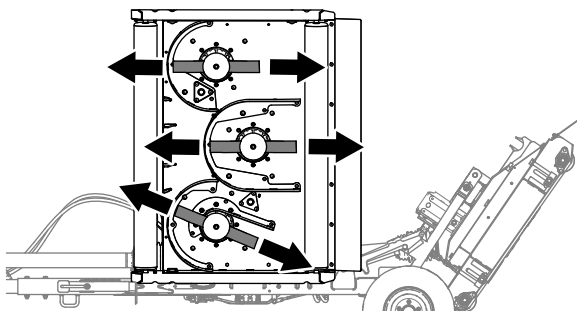

Figura 70
1. Alinhe a lâmina do cortador conforme se mostra na Figura 70.